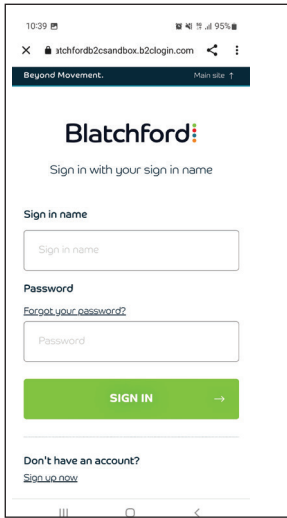

Abb. A3-3 Anmeldebildschirm von SMARTSTEP
5. Melden Sie sich erneut in der App an und geben Sie die benötigten Informationen auf dem Bildschirm zur **Anmeldung** bei **SMARTSTEP** ein (Abb. A3-3).